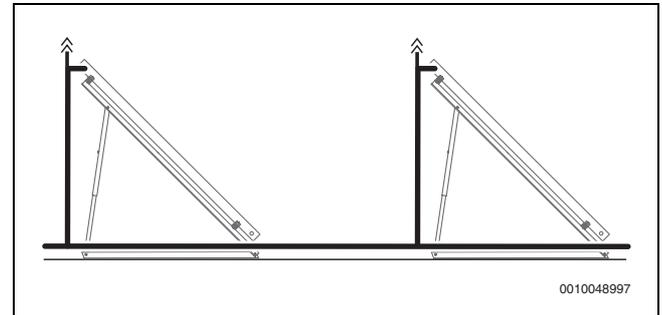

Bild 13 Mehrere parallel geschaltete Kollektorreihen mit zusätzliche Entlüfter (Vorlaufleitung)
- ▶ Bei mehreren parallel geschalteten Kollektorreihen auf Flachdächern sowie bei Anlagen mit Solarstation AGS50-2 an jeder Kollektorreihe einen Entlüfter montieren (→ Bild 13).